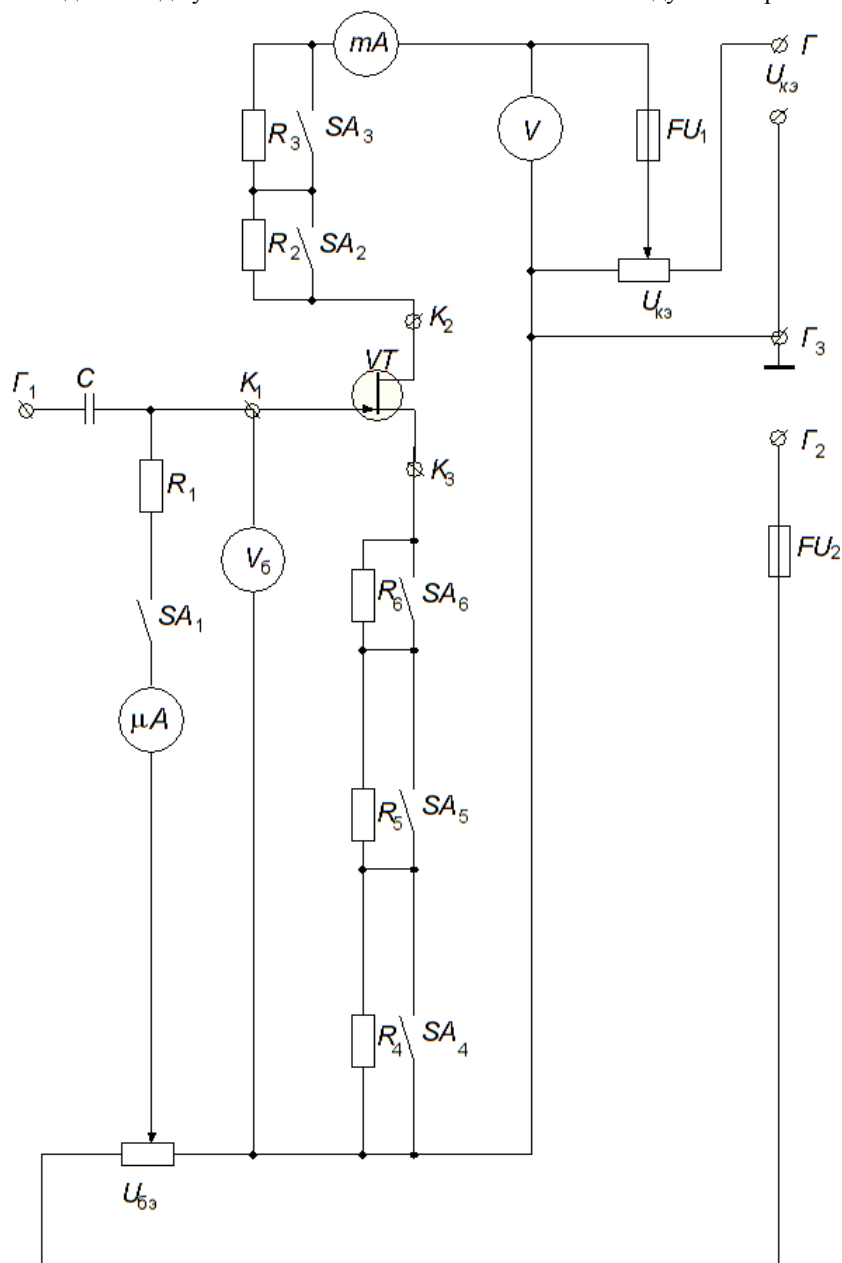

Рис. 4.7. Схема включения транзистора для снятия входных характеристик
1. Собрать схему (рис. 4.7), подключив полевой транзистор, включенный по схеме с общим истоком. Полярность питающих напряжений в гнездах стенда учитывать в соответствии с типом исследуемого транзистора.